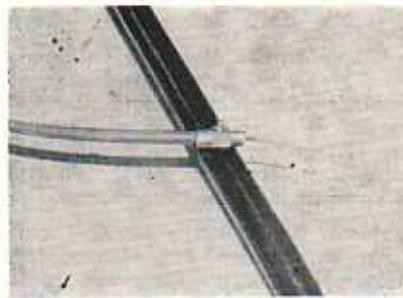

Abb. 12 — Schmierstelle Bremsseil
- Schmiernippel der Bremsseile (Schmierfett SWA, SWC) (Abb. 12),